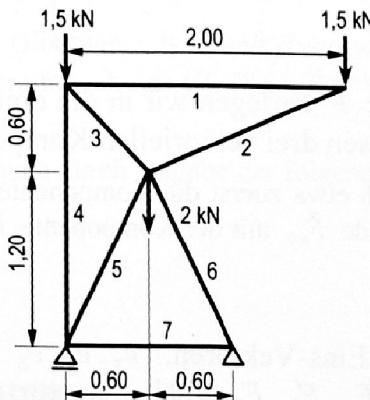

Bild 7.15: Fachwerktragwerk
5. Fachwerktragwerk (**Bild 7.15**).